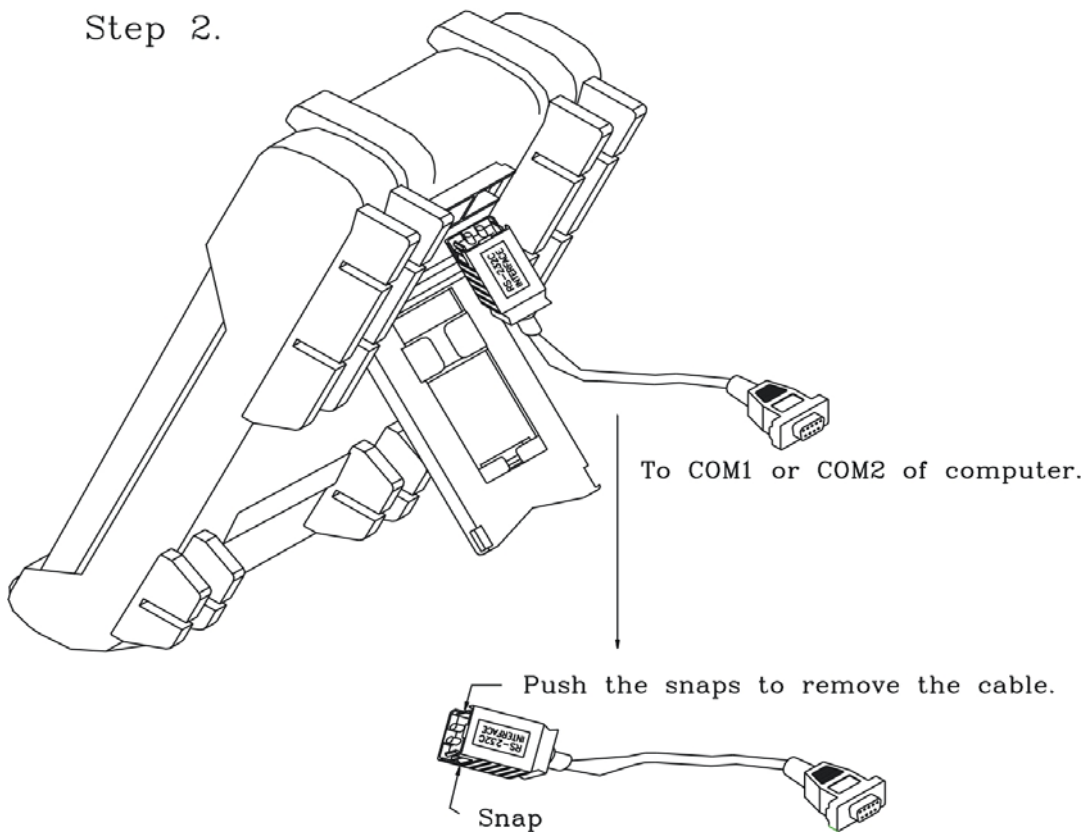

Abb. 2: Kabelverbindung und Kommunikationsaufbau
- Verbinden Sie den 9-poligen Stecker mit dem COM-Port 1 oder COM-Port2 an Ihrem PC (Abb. 2).